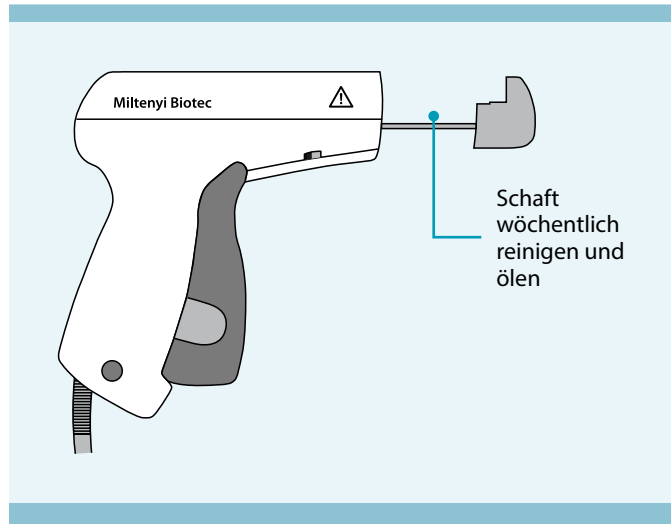

Abbildung 4.3: Herausgezogene Elektrode
2. Drücken Sie die Elektrode zuerst nach innen und ziehen Sie sie dann heraus (siehe Abbildung 4.3).